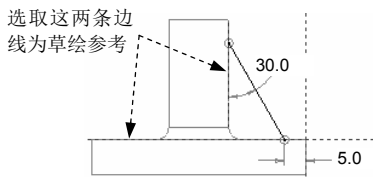

图 5.18.12 截面图形
Step4. 定义草绘参考。单击 **草绘** 功能选项卡 **设置** 区域中的  按钮，系统弹出图 5.18.11 所示的“参考”对话框，选取图 5.18.12 所示的两条边线为草绘参考，单击 **关闭 (C)** 按钮。
Step5. 绘制图 5.18.12 所示的筋特征截面图形。完成绘制后，单击“确定”按钮 。